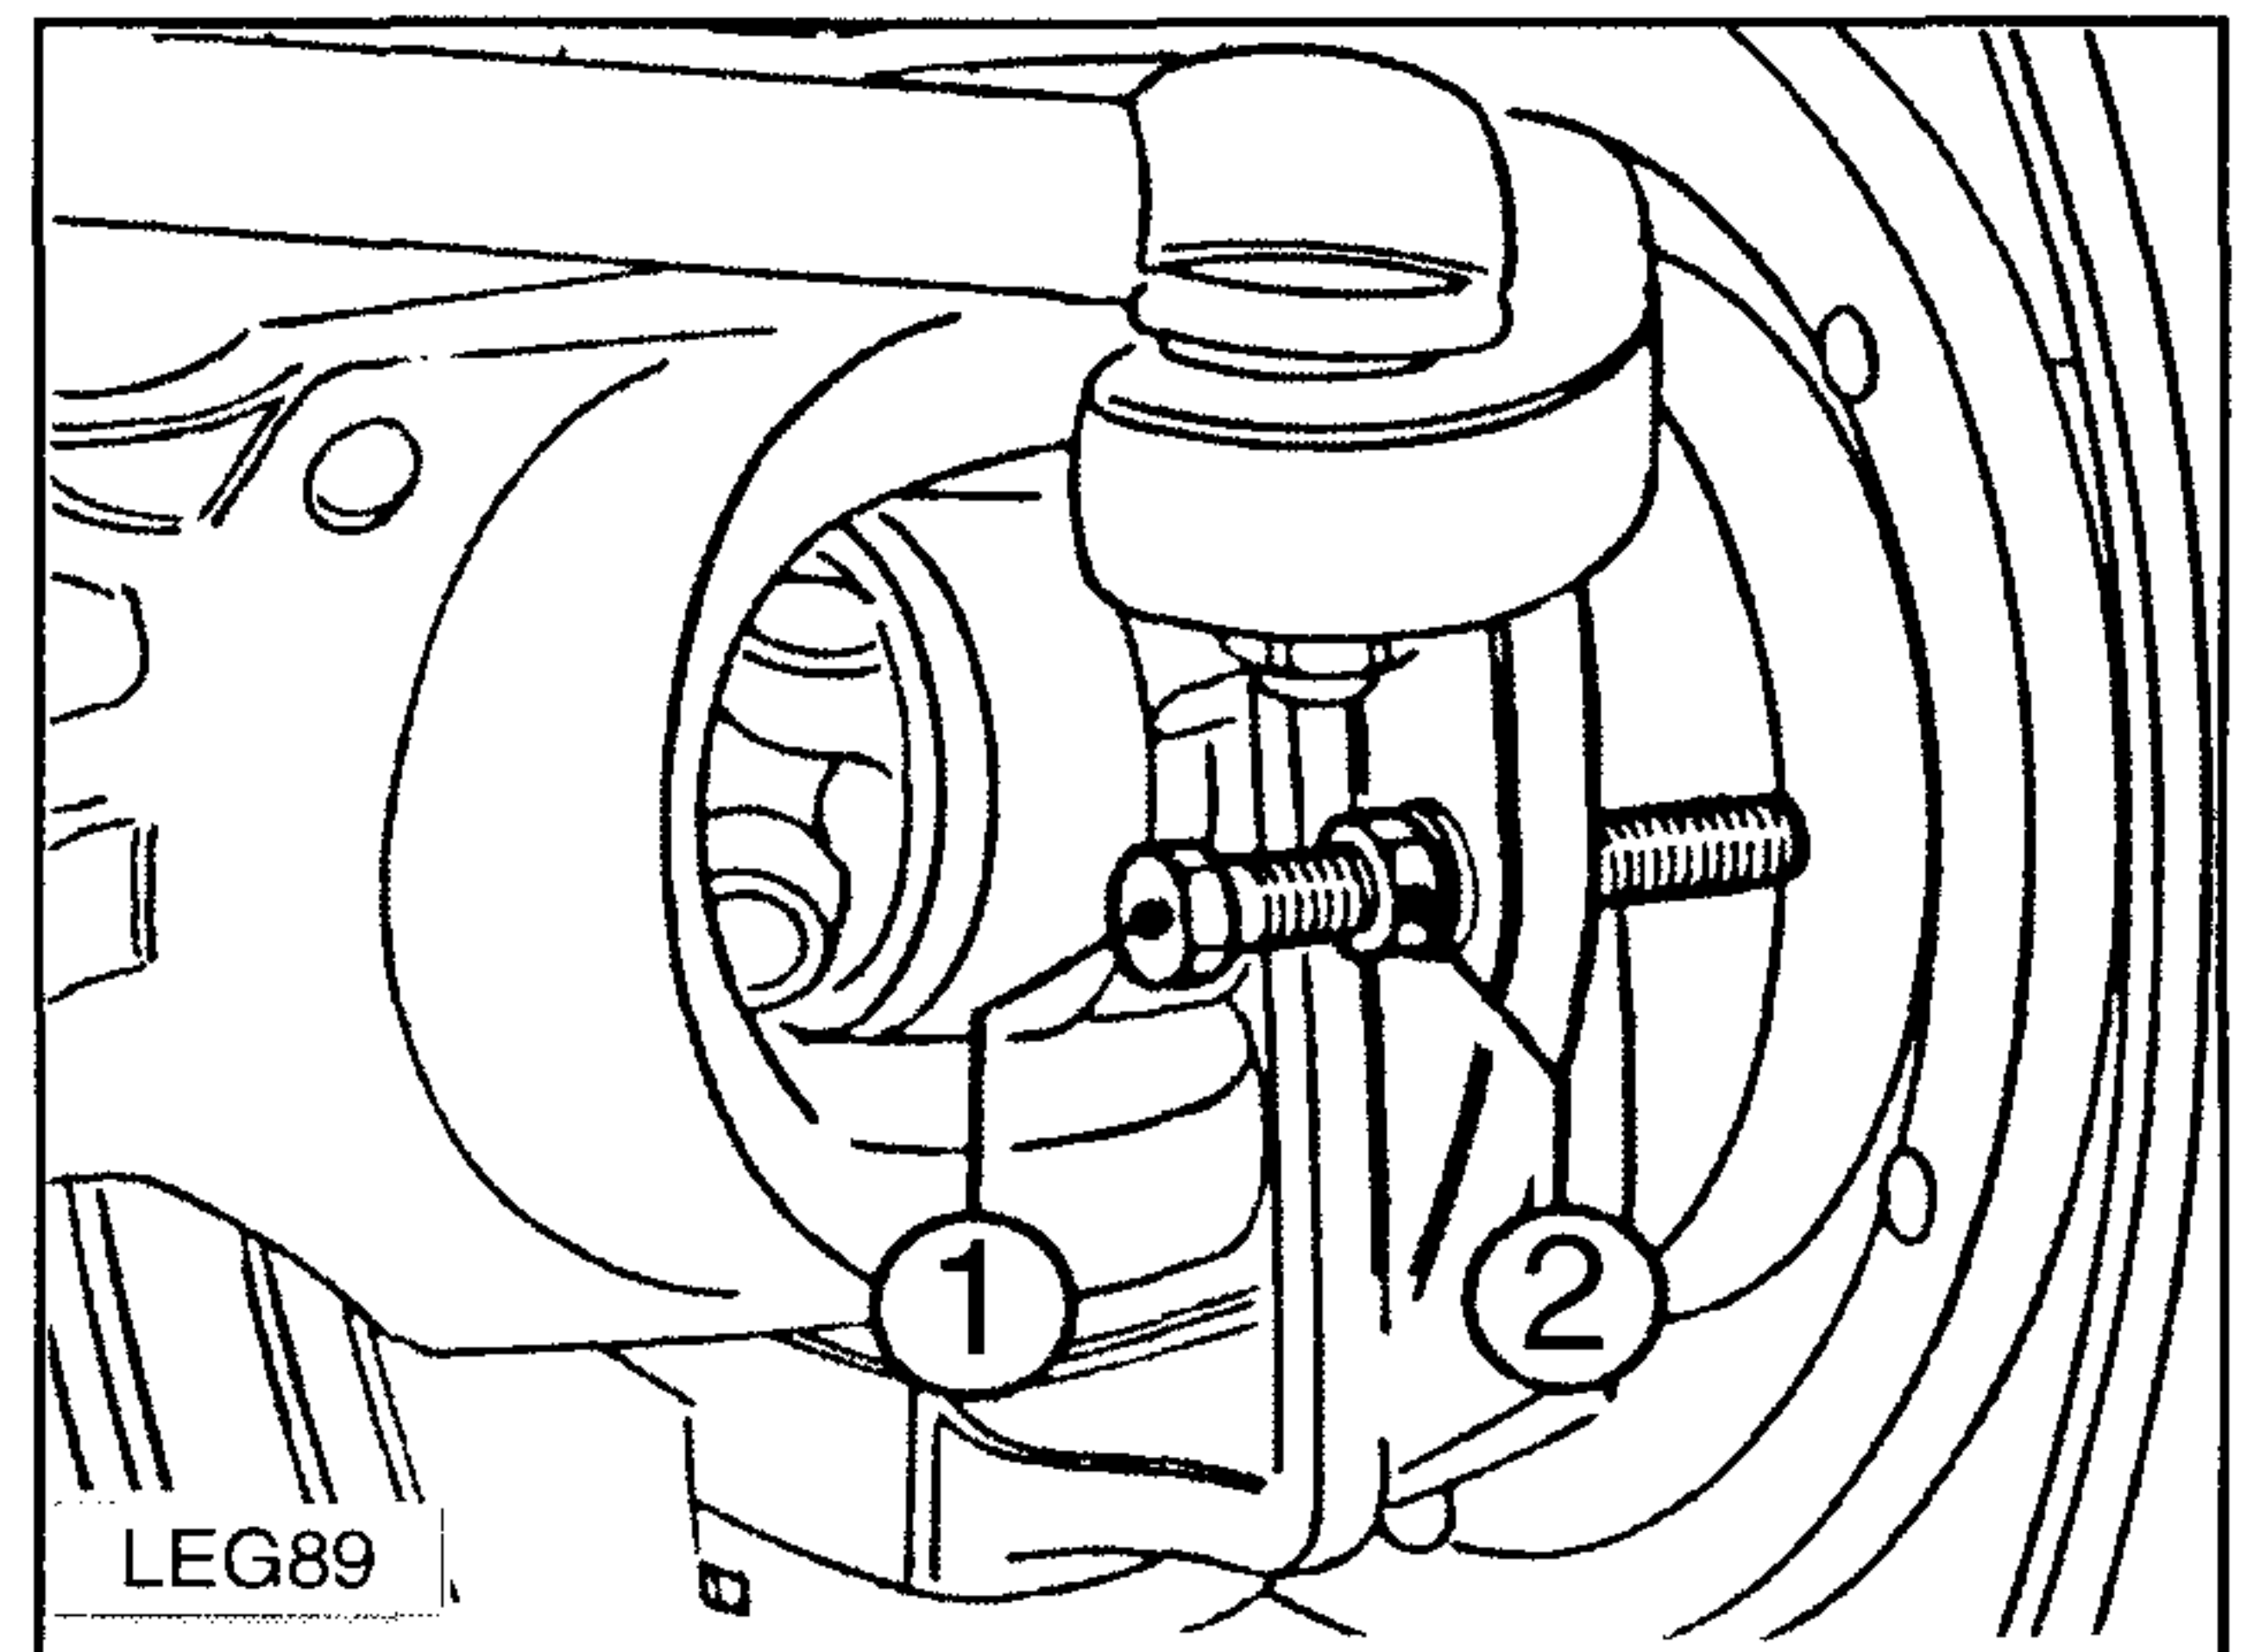

Fig. 4-42
El ángulo de giro máximo para el eje delantero doble tracción puede ser variado en función del tipo de neumático y según el empleo del tractor. La variación del ángulo se obtiene aflojando la tuerca (2) y regulando oportunamente el tornillo de bloqueo (1 - Fig.4-42) presente en el cuerpo del reductor final del eje. Bloquear luego nuevamente la tuerca (2).